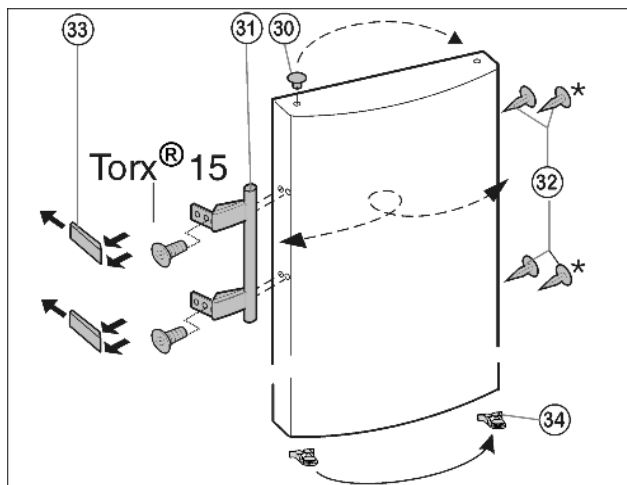

Fig. 7
- ▶ Wycześcić zatrzask sprężynowy Fig. 7 (34) z drzwi i przełożyć na nową stronę zawiasu.
- ▶ Wyciągnąć wkładkę Fig. 7 (30) z zawiasu drzwi i przełożyć na drugą stronę.
- ▶ Zdemontować uchwyt drzwi Fig. 7 (31), zatyczki Fig. 7 (32) oraz płytki dociskowe Fig. 7 (33) i przełożyć je na przeciwną stronę.